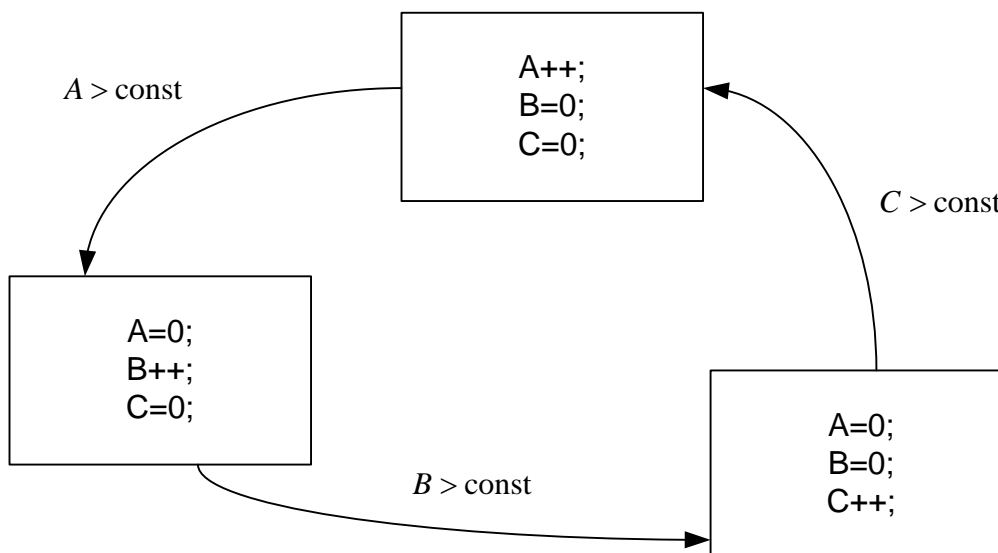

Рис. 94. Блок схема алгоритма
2. Из **Панель элементов** → **Embedded** добавьте четыре блока **VAR**. Переименуйте их согласно рис. 94 . В переменную **Const** параметр **Значение=100**;